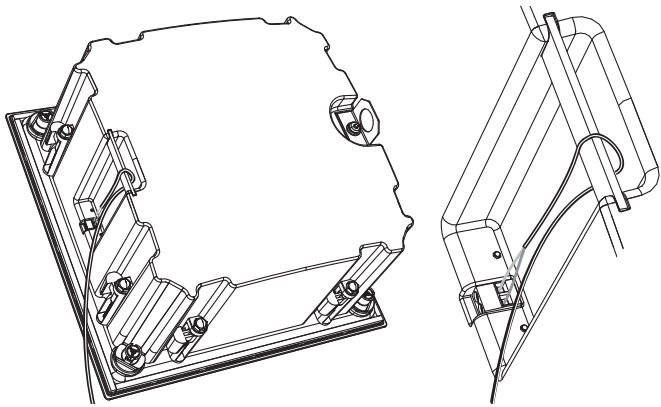

Fig. 15. Wiring the back can
3. 扬声器电缆可以缠绕在后盖上螺丝端子附近的杆上(图15)。